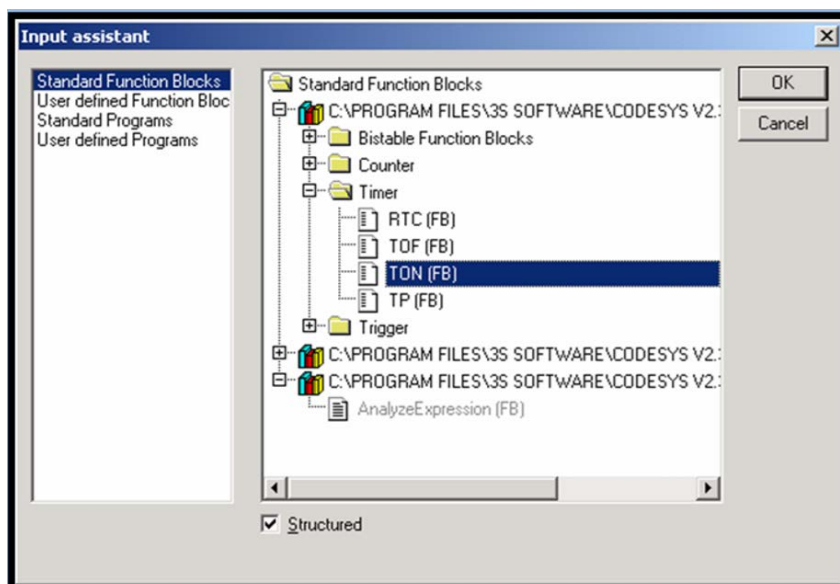

Рисунок 1.6 - Выбор таймера
3) функциональный блок: из контекстного меню выбирается команда **Function Block...**, - в появившемся окне «**Input Assistant**» (рис.1.6) из раздела **Standard Function Blocks** в библиотеке с именем.